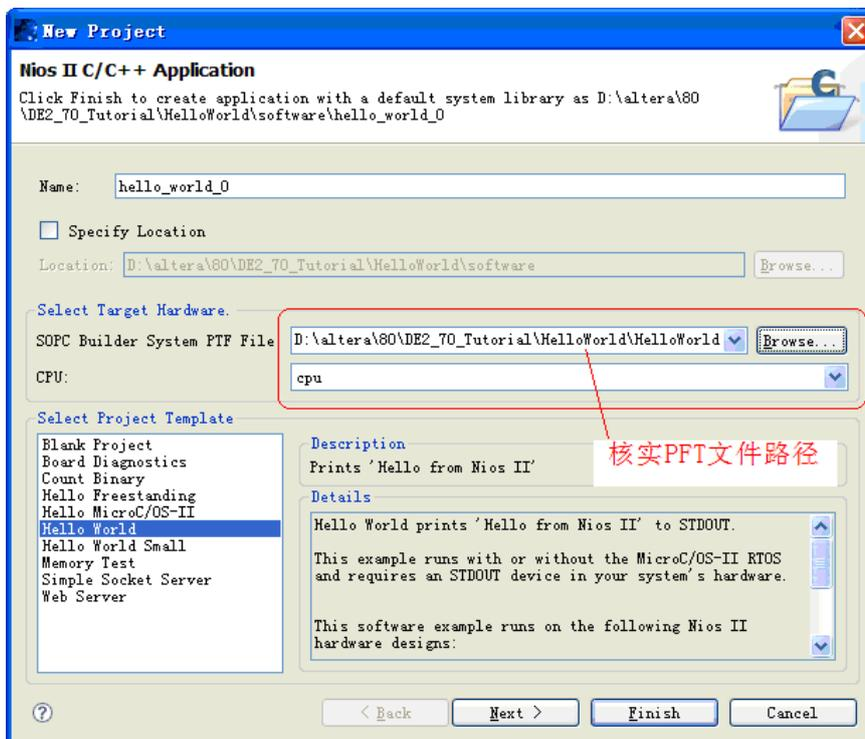

图 6-13 新建一个 NIOS 的应用工程
18. 选择“File->New->Nios II C/C++ Application”。参看图 6-13。